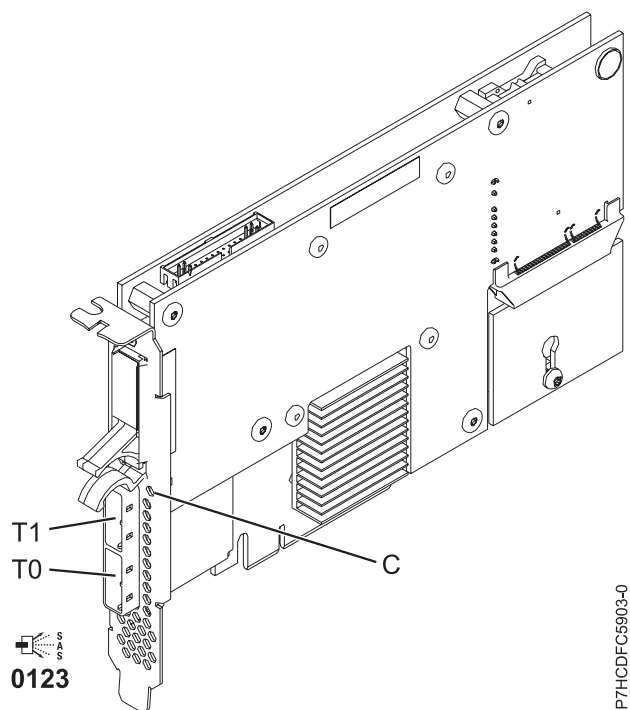

Figure 45. Carte SAS RAID PCIe double accès - x4 3 gigabits
L'adaptateur 5903 ou 5805 possède un voyant ((C) dans la figure 45, à la page 152) qui clignote si des données sont présentes en cache. Le voyant de présence de données en cache clignote lorsqu'il y a de possibles données présentes dans le cache de l'adaptateur. Si le voyant indiquant la présence de données en cache clignote, ne remplacez pas le bloc de batteries de cache. S'il est remplacé pendant que le voyant clignote, les données en cache seront perdues. Voir la figure 45, à la page 152 pour localiser le voyant de présence de données en cache sur cet adaptateur.